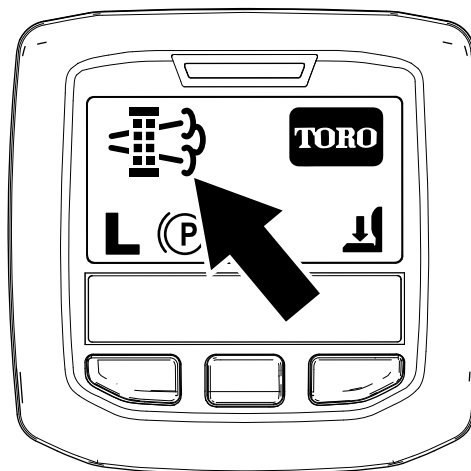

Figura 49
- Quando o computador do motor pede uma regeneração em estacionamento ou uma regeneração de recuperação, o ícone de pedido de regeneração (Figura 49) surge no InfoCenter.